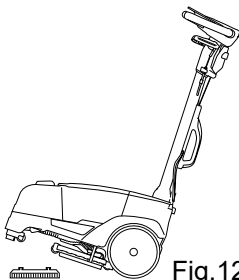

Fig.12
- Bruk håndtaket som vektstang og løft den framre delen av maskinen. Plasser børstedekselet på maskinen over børsten og senk deretter maskinen (fig. 12).
- Bruk håndtaket som vektstang og løft den framre delen av maskinen (fig. 12).